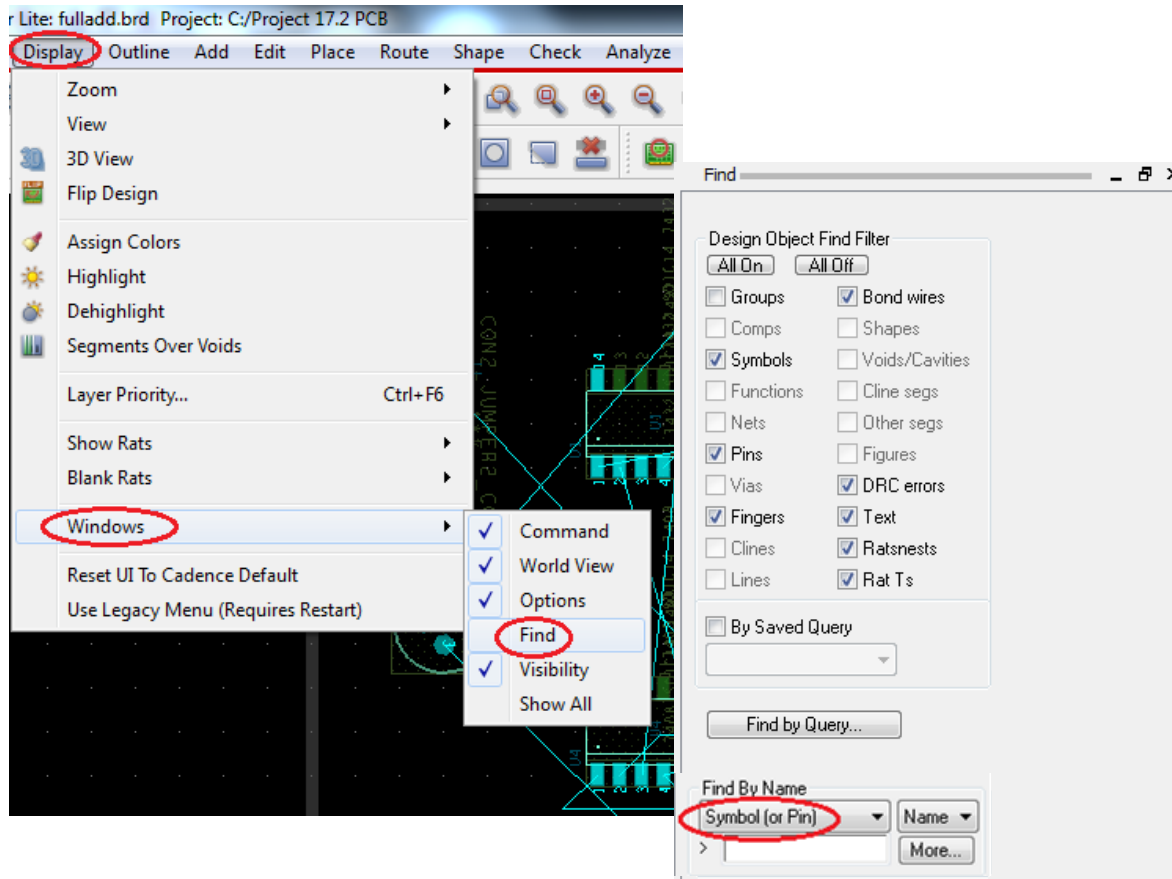

Рис. 21.25. Открытие панели поиска Find
1. Откройте панель Find (рис. 21.25);